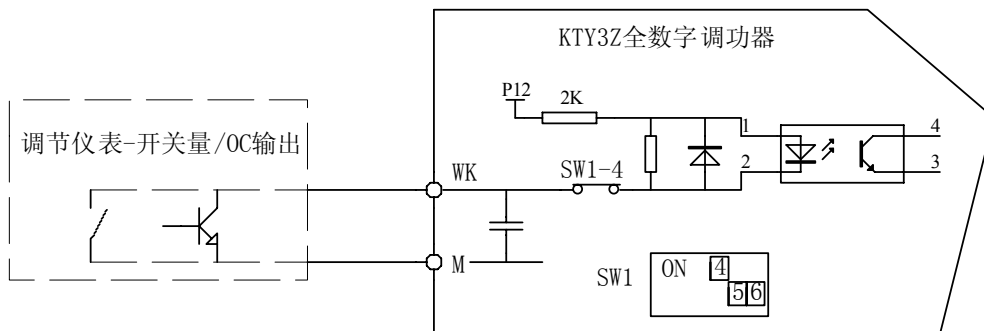
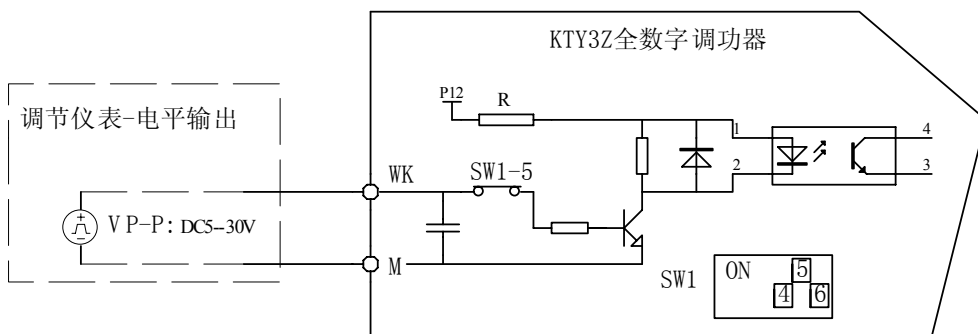
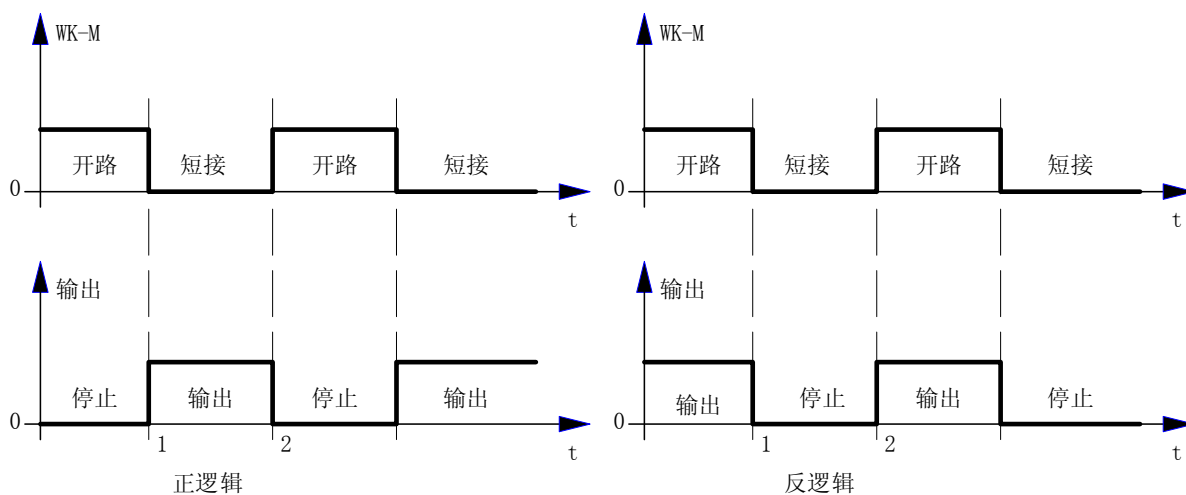

图 3-3 触点或 OC 输出的控制接线图
图 3-4 电平驱动的控制接线图
图 3-5 正、反逻辑控制示意图
当外部给定控制信号不是连续的模拟量，而是开关量信号时(如输出开关量的温度调节仪表)，可选择调功器的位控控制功能。在参数设定中将 PR-10 窗口的内容设为位控方式(PR-10=2)，在 PR-11 中选择正、反逻辑后，即可进行控制。开关量类型由拨码开关选择（见下表），各种控制接线、选择见图 3-3 到图 3-5。
- ◇ 使用开关信号控制时, 控制信号由 WK, M 输入。详细接线见图 3-3、图 3-4。